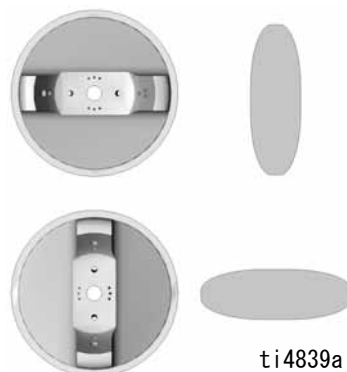

図2
1. エアキャップを回転させて、希望のスプレーパターンを達成します。図2を参照してください。